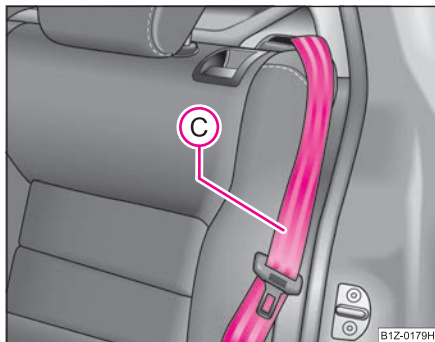

Fig. 68 Blocarea spătarului
- Aduceți centura de siguranță laterală din spate (C) în spatele marginii capitonajului lateral ⇒ fig. 68.